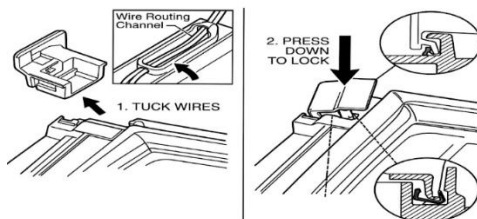

Fig 2
2. Отнесите снятую крышку проводки в противоположный угол дверной рамы, где теперь будет находиться проводка. Прокрутите или заправьте жгут проводов двери в специально отведённый канал внутри пластиковой крышки. Выровняйте крышку над новым угловым прорезом и крепко нажимайте, пока она не станет плоской и заподлицо прилегает к дверной раме. (Рис. 2)